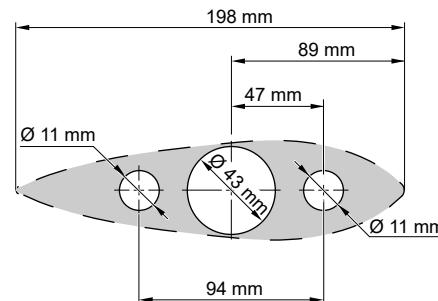

Fig. 46: Dimensioni
- Realizzare tre fori per il montaggio del pod nello scafo della barca, vedi "Fig. 46: Dimensioni".